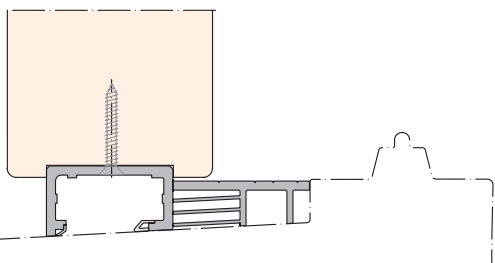

Bild 3
- Aufsatzschiene HH0132-06 **(25)** anschrauben (Bild 3 und 4).